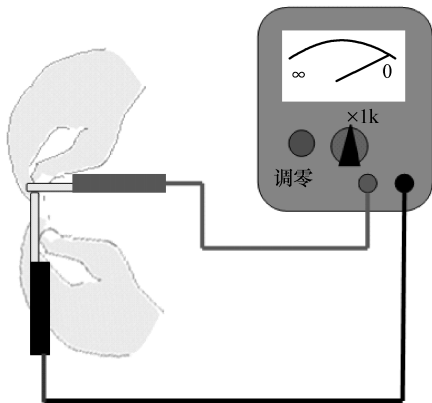

图 1-10 欧姆调零
① 机械调零。万用表的红、黑表笔未短接时,看表的指针是否对准表盘左边刻度线零点位置,如不在零点位置,则需用小起子调节表头中间的机械调零螺丝将表针调至零点位置。
② 欧姆调零。将万用表的红、黑表笔短接时,看表的指针是否对准表盘右边 Ω 刻度线零点位置,如不在零点位置,则需要调节调零旋钮,使表针调至 Ω 刻度线零点位置。每换一次挡位应重新欧姆调零,如图 1-10 所示。